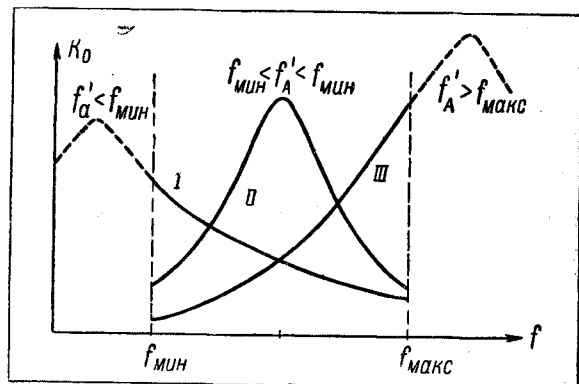

Рис. 7
1. Частота антенной цепи меньше минимальной частоты поддиапазона  $f_A < f_{\text{мин}}$ . С уменьшением частоты поддиапазона частота контура приближается к частоте антенной цепи, отчего переход энергии из антенной цепи в контур возрастает и коэффициент передачи увеличивается (кривая I, рис. 7).
2. Частота антенной цепи находится в середине поддиапазона  $f_{\text{мин}} < f_A < f_{\text{макс}}$ . Наибольший переход энергии из антенной цепи в контур имеет место при совпадении их частот (в середине поддиапазона). При изменении частоты контура в ту или иную сторону переход энергии из антенной цепи в контур уменьшается. Коэффициент передачи напряжения в этом случае изменяется согласно кривой II (рис. 7).
3. Частота антенной цепи больше максимальной частоты поддиапазона  $f_A > f_{\text{макс}}$ . С повышением частоты поддиапазона частота контура приближается к частоте антенной цепи, отчего переход энергии из антенной цепи в контур возрастает и коэффициент передачи напряжения увеличивается (кривая III, рис. 7).